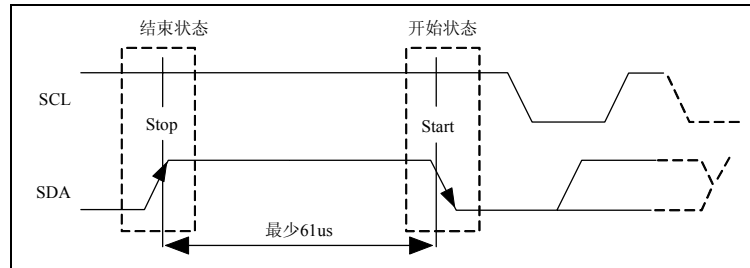

图 12. 发送结束到再开始时序图
(4) SD3025TE 从发送结束到下一次开始，需等待至少 61us，如图 12 所示。